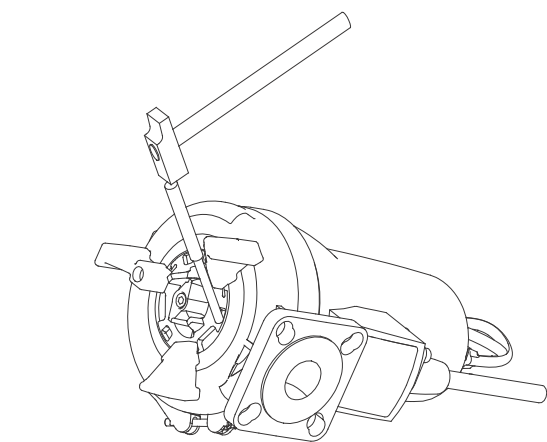

Рис. 8 Демонтаж кольца режущего механизма
4. Чтобы ослабить кольцо режущего механизма (44), постучите по нему выколоткой по часовой стрелке (F). См. рис. 8.